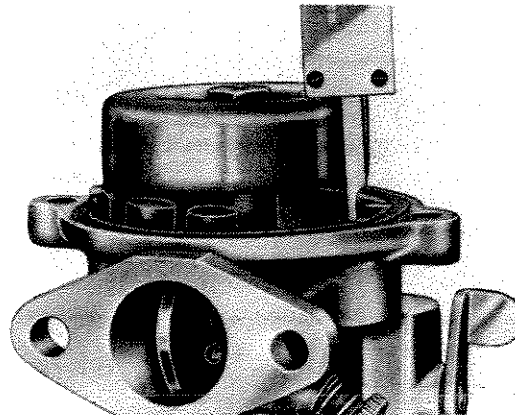

Fig. 15 - Controllo posizione galleggiante LA65/58
**LA65/58:** capovolgere il corpo carburatore e controllare che l'altezza tra piano del corpo e superficie inferiore del galleggiante sia  $20 \div 21$  mm. (fig. 15).